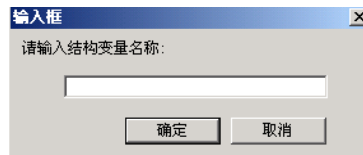

图 5.5 结构名输入对话框
- **新建结构：**增加新的结构。单击<新建结构>按钮，弹出结构变量名输入对话框，如下图 5.5 所示。输入结构变量名称，单击<确定>按钮，在结构变量树状目录中显示出用户定义的结构模板。